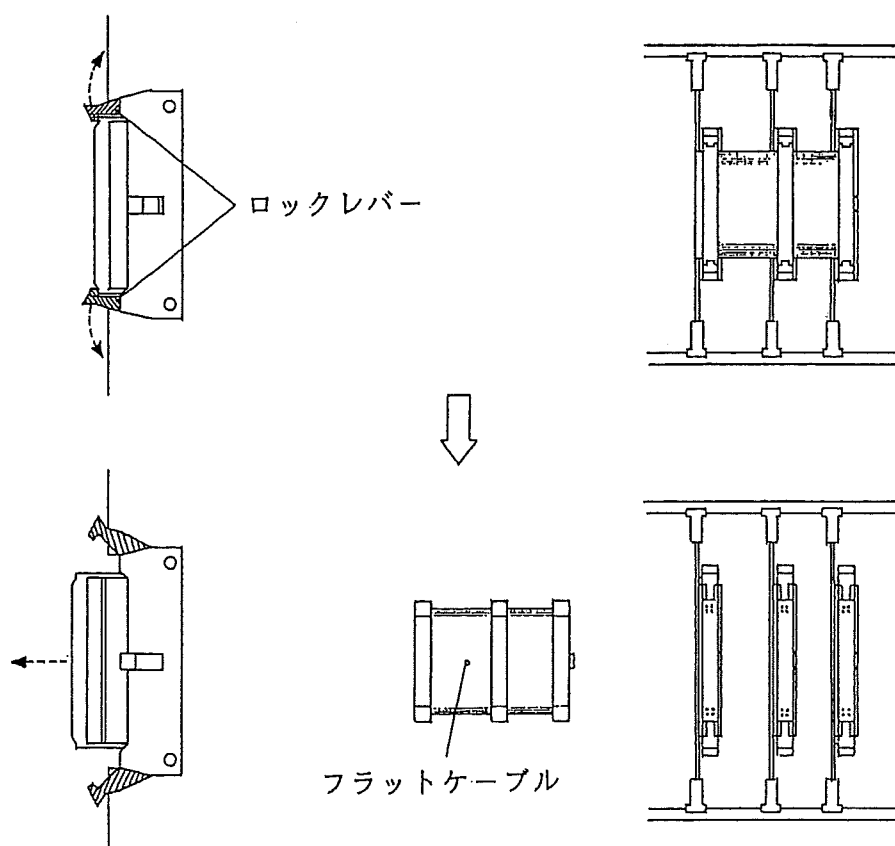

図 16
<p>① プログラムRUN 表示灯“赤”点灯</p> <p>② 外部表示：装置故障</p>	<pre> graph TD     A[不良回線側電源をOFFする] --&gt; B[プリント盤収納部前板をはずす]     B --&gt; C[不良回線側の電源部・NO. 1～6の プリント盤実装状態をチェックします。 ① 電源部がシャーシ部に密着実装しているか ② NO. 1～6のカードプラを押してみる ③ NO. 1～3の前面フラットケーブル ロックが確実か (図16参照)]     C --&gt; D[実装状態不良なら復旧後電源をONにする]     D --&gt; E[プログラムRUN表示灯“緑”なら ① 計数テスト実施 ② 精度テスト実施 異常のないことを確認して終了]     D --&gt; F[プログラムRUN表示灯“赤”なら 電源部、NO. 1～6のプリント板を 予備品と交換し、電源をONします]     F --&gt; C     E --&gt; G[実装状態が良なら 電源部、NO. 1～6のプリント板を 予備品と交換し、電源をONします]     G --&gt; H[ ]     </pre> <p>不良回線側電源をOFFする</p> <p>プリント盤収納部前板をはずす</p> <p>不良回線側の電源部・NO. 1～6の プリント盤実装状態をチェックします。</p> <p>① 電源部がシャーシ部に密着実装しているか ② NO. 1～6のカードプラを押してみる ③ NO. 1～3の前面フラットケーブル ロックが確実か (図16参照)</p> <p>実装状態不良なら復旧後電源をONにする</p> <p>プログラムRUN表示灯“緑”なら ① 計数テスト実施 ② 精度テスト実施 異常のないことを確認して終了</p> <p>プログラムRUN表示灯“赤”なら 電源部、NO. 1～6のプリント板を 予備品と交換し、電源をONします</p> <p>実装状態が良なら 電源部、NO. 1～6のプリント板を 予備品と交換し、電源をONします</p>
- ③ 図16のようにフラットケーブルのロックレバーを起こし、プリント板NO. 1～3に接続されているフラットケーブルを外します。
フラットケーブル側のプラグの中心付近を強く押込むとカチッと音がして、上下のロックレバーがフラットケーブルを押さえます。(図16 参照)